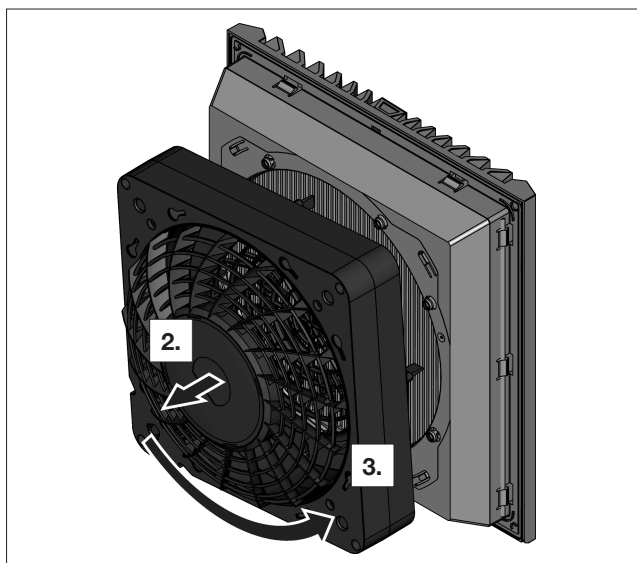

Fig. 8: Rotazione dell'alloggiamento del ventilatore
- Ruotare l'alloggiamento del ventilatore di 90°, 180° o 270° in modo che il collegamento elettrico sia nella posizione desiderata (vedere fig. 8).